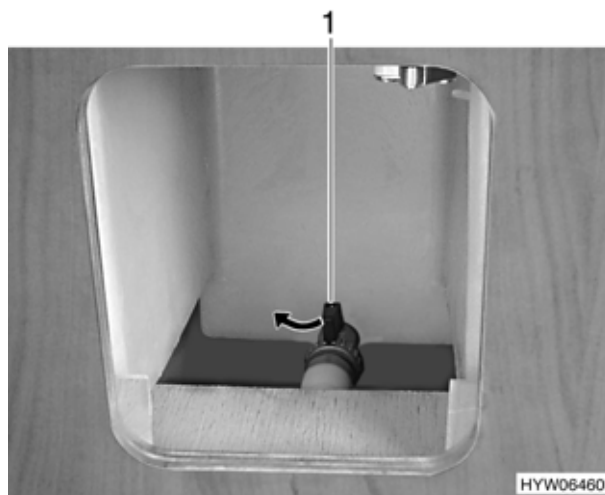

Fig. 173 Serbatoio dell'acqua, rubinetto di scarico acqua, aperto (variante 2)
**Variante 2 (Fig. 173):**
- Girare il rubinetto di scarico acqua (Fig. 173,1) per chiudere nella direzione indicata dalla freccia.
### **Variante 2 (Fig. 173):**
- Aprire il rubinetto di scarico acqua (Fig. 173,1).